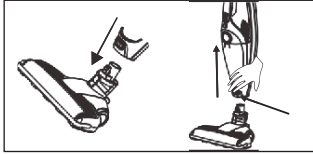

fig. 4
**No utilice la aspiradora vertical sin el rodillo (22) en el cepillo (8).**
- Instale el cepillo completo (8) en el asiento (7). Para quitar el cepillo, presione el bloqueo (6) y deslícelo hacia fuera - fig. 4.